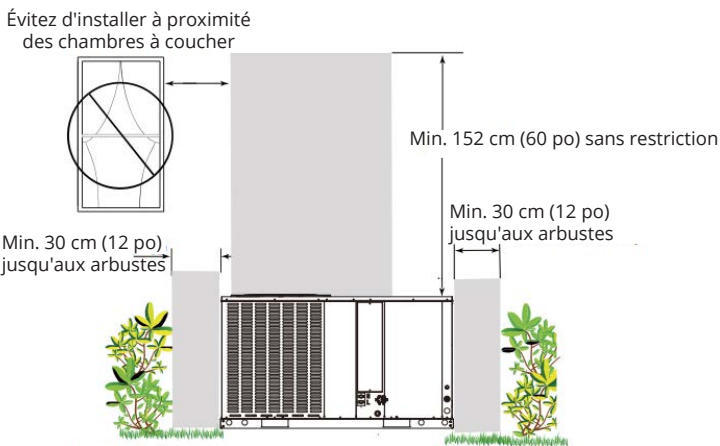

Fig. 2-8
7. Voir les figures 2-8 et 2-9.